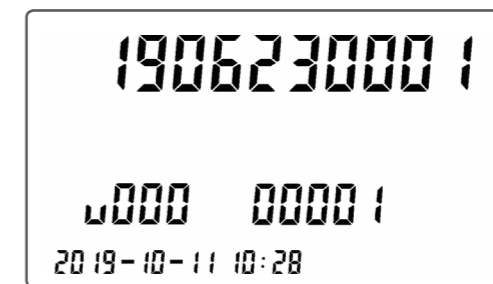

图 17
e. 未开户时，第五屏界面如图 17 所示，出厂编号和版本号显示。